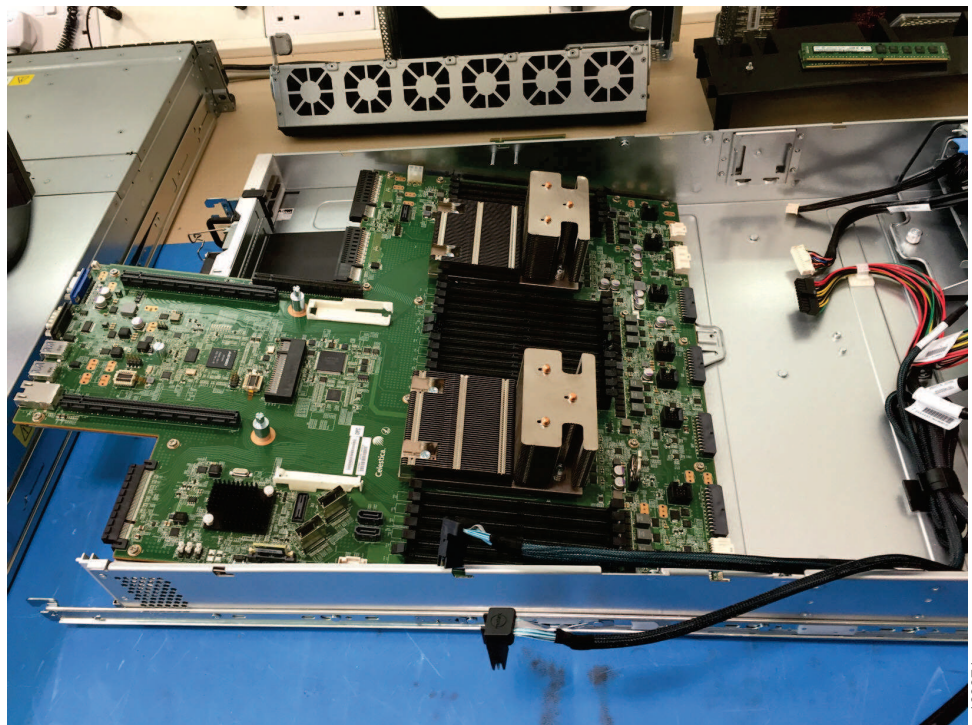

Figura 317. Removendo a placa-mãe do 2145-SV1
15. Empurre a placa-mãe cuidadosamente um pouco para frente para liberá-la. Em seguida, levante a placa-mãe em um pequeno ângulo, conforme mostrado em Figura 317.